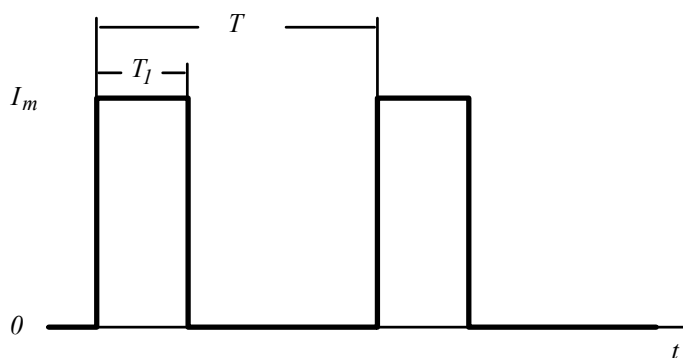

Fig. 1.41.
**P 1.15.** Intensitatea unui curent electric este o funcție periodică și are forma de undă din Fig. 1.41. Valoarea perioadei  $T$  este fixă dar se poate modifica raportul  $\delta = T_1/T$ , numit **factor de umplere (duty cycle)**.